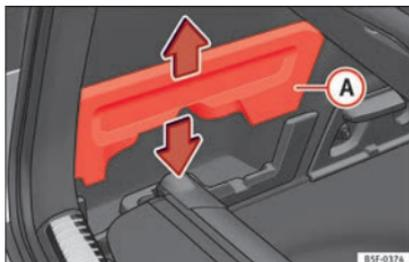

Fig. 165 Dans le coffre à bagages : logement pour ranger la plage arrière.
- Retirez les couvercles »» fig. 165 A gauche et droit.